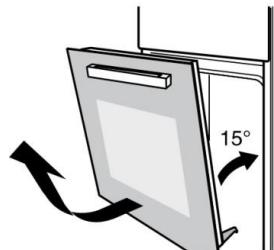

Figure 2
- Fermez la porte du four jusqu'à environ 15 degrés, puis soulevez le couvercle de la porte et sortez lentement du four. (Figure 2)